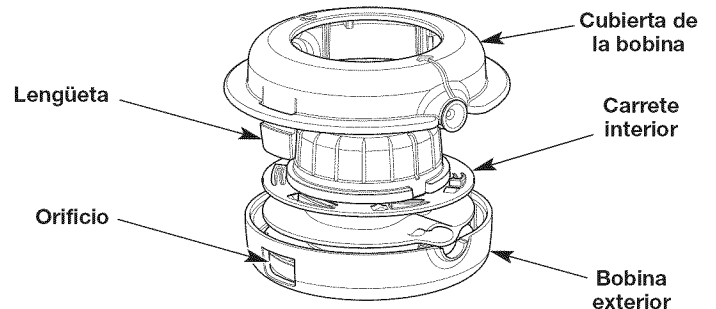

Fig. 10
1. Oprima firmemente las lengüetas del cabezal de corte (Fig. 10).
2. Retire la cubierta de la bobina (Fig. 10).
4. Utilice una tela limpia para limpiar el carrete interior, la bobina exterior y la cubierta de la bobina (Fig. 10).
5. Se deben alinear las lengüetas de la cubierta de la bobina con los orificios de la bobina exterior (Fig. 10). Oprima la cubierta de la bobina sobre la bobina exterior hasta que las lengüetas entren a presión firmemente en los orificios.